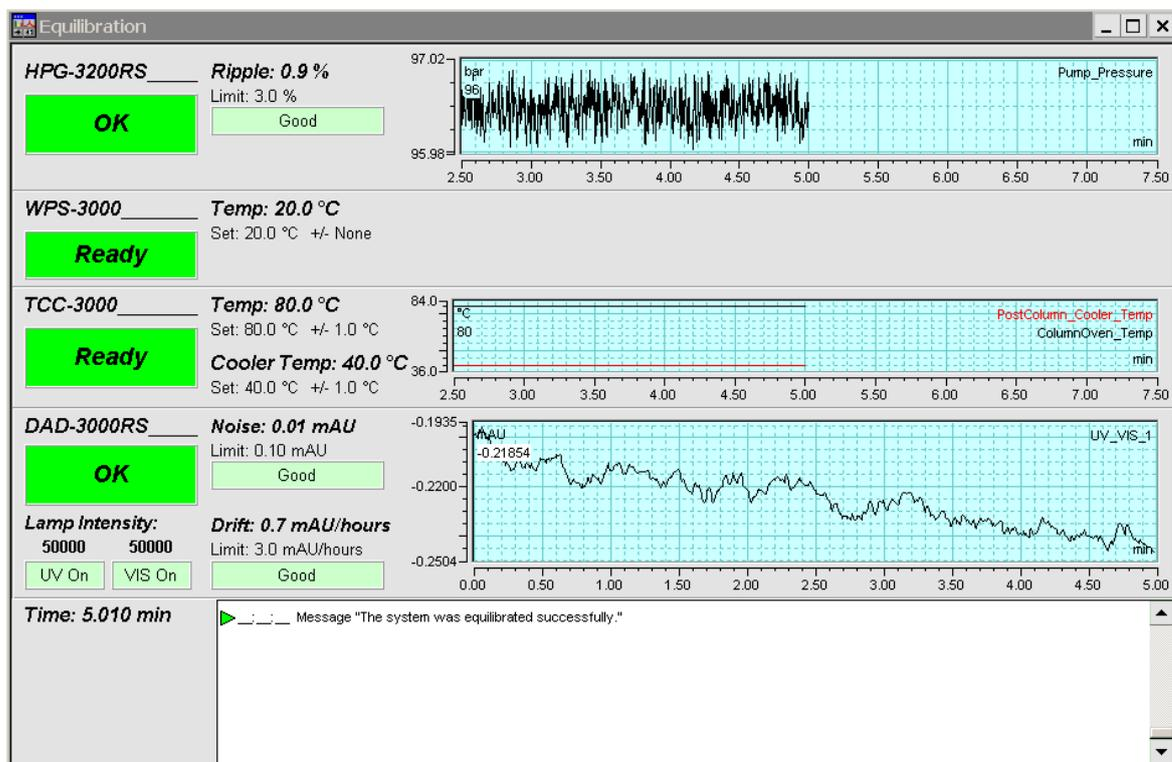

Abb. 14: Äquilibrierfenster
- ◆ öffnet Chromeleon das Äquilibrierfenster für die auf der Zeitbasis installierten Geräte (→ Abb. 14, Seite 43).